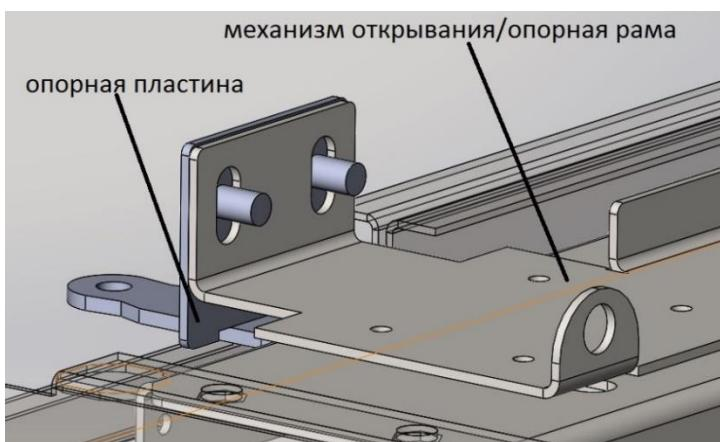

Рисунок 81 «Регулировка опорной пластины»
- Для регулировки совпадения плоскостей поверхности откидной и сдвижной секций используется регулировка опорной пластины механизма открывания/опорной рамы. (рис.81)